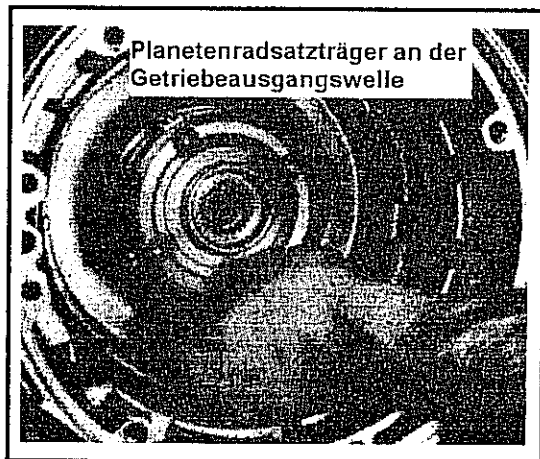

Abb. 10-123 Montage des Planetenradsatzträgers mit Getriebeausgangswelle
- Den Planetenradträger mit Getriebeausgangswelle in Getriebe einbauen. Siehe hierzu Abb. 10-123.